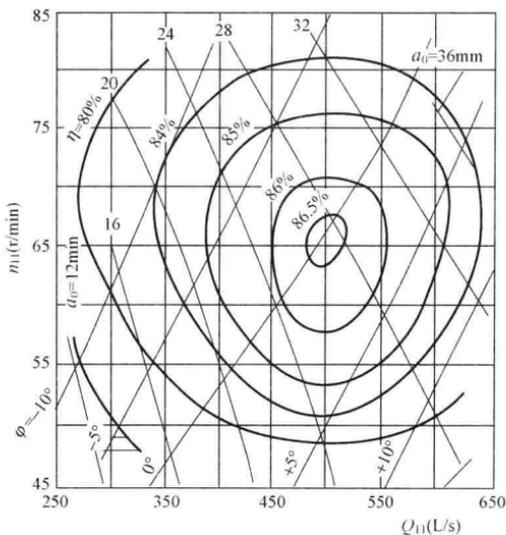

图 A-3
Lc1A5147 图 A-3 为 (C) 水轮机的模型综合特性曲线。